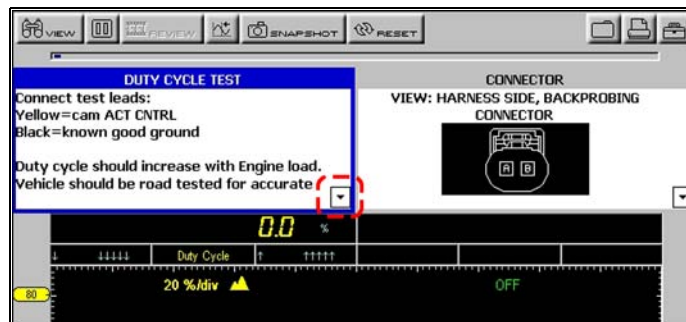

Abbildung 3-10 Daumen pad-Anweisungen mit weiteren Informationen
- Drücken Sie im ausgewählten Fenster die Pfeiltaste nach oben ▲ oder unten ▼, um weitere Informationen anzuzeigen. (Abbildung 3-10)